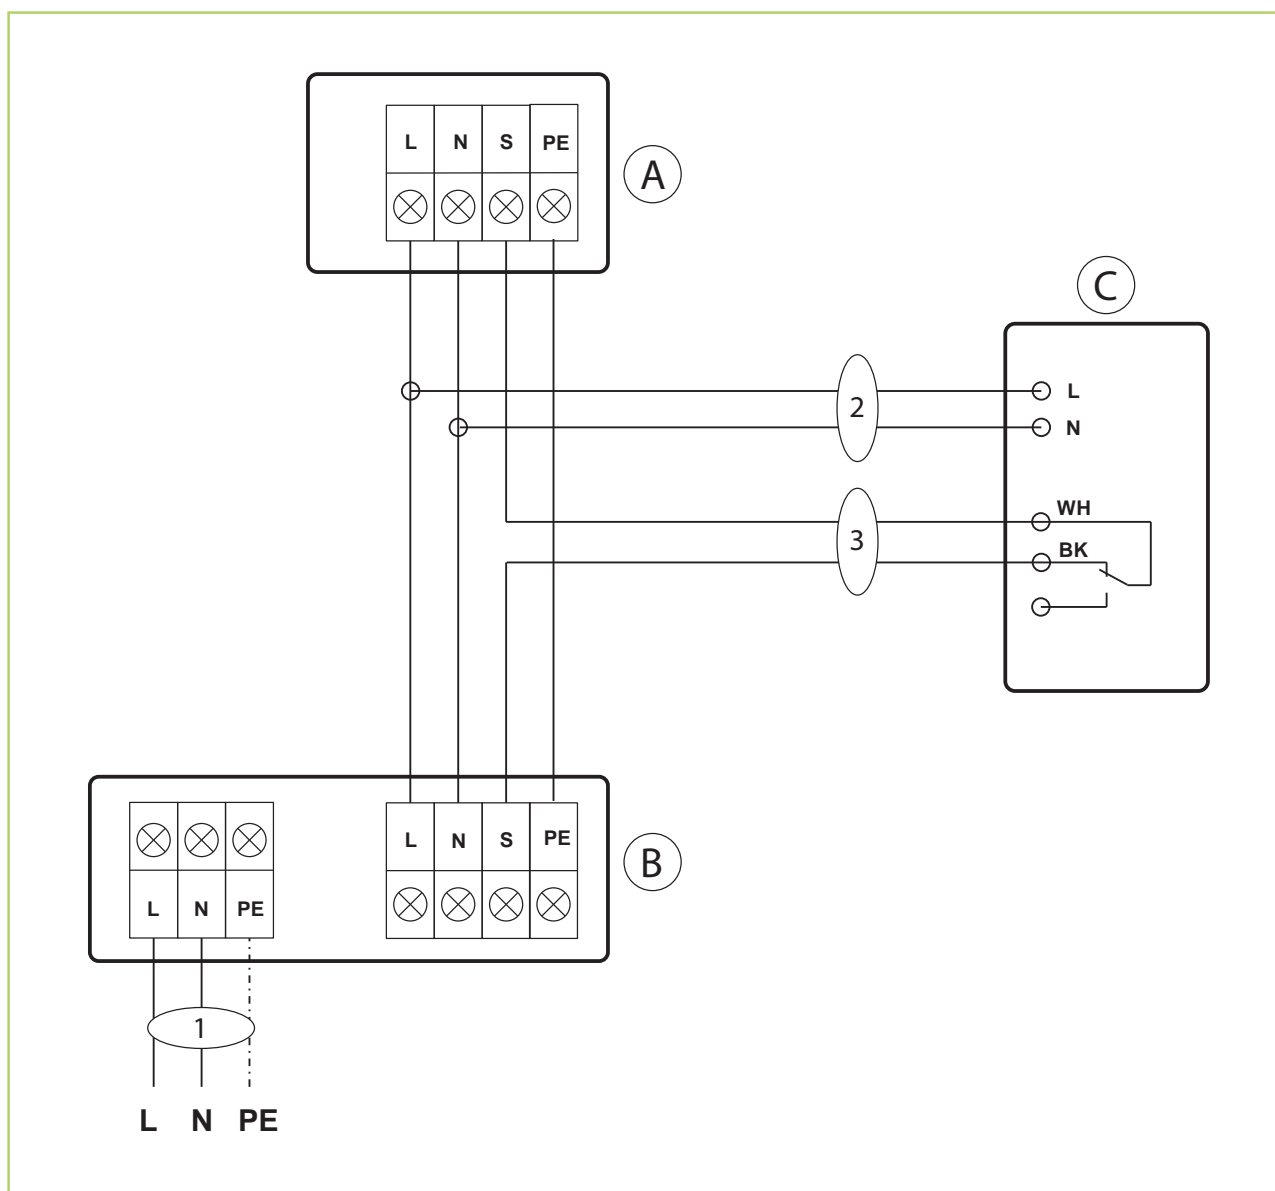

Abb. 32: Elektrisches Anschlussschema
- Wird bei dem Gerät eine als Zubehör erhältliche Kondensatpumpe eingesetzt dann beachten Sie das Anschlussschema (Abb. 32).